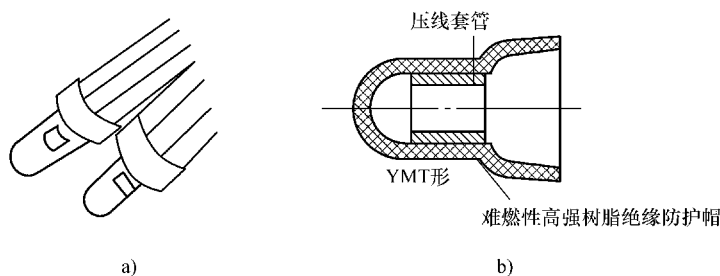

图 4-42 压线帽
3) 用压线帽压接。用压线帽压接要使用压线帽和压接钳，压线帽外为尼龙壳，内为镀锌铜套或铝合金套管，压线帽如图 4-42 所示。